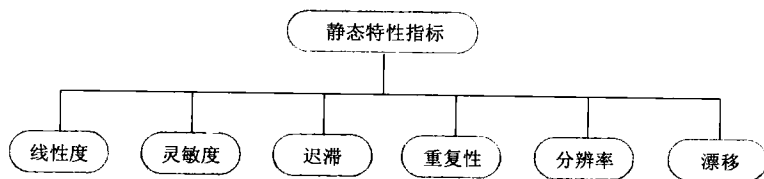
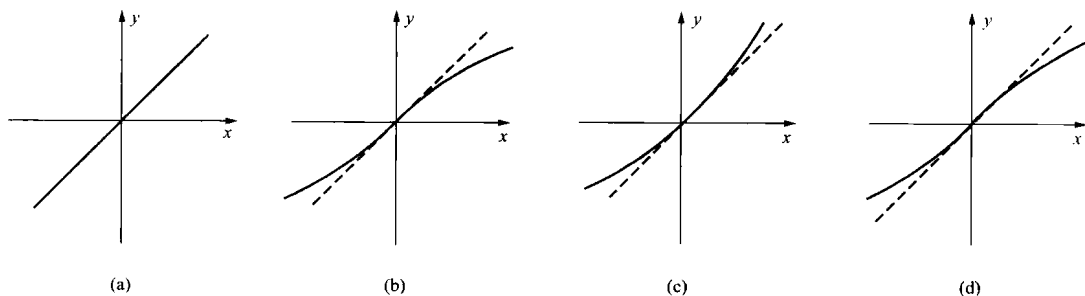

图 1-2 传感器的静态特性指标
图 1-3 输出一输入特性曲线
传感器的静态特性是指被测量的值处于稳定状态时，传感器的输出与输入之间的关系。衡量传感器静态特性的重要指标如图 1-2 所示。因为这时输入量和输出量都与时间无关，传感器的静态特性可用一个不含时间变量的代数方程表示 [见式 (1-1)]，或以输入量作横坐标，输出量作纵坐标的特性曲线（见图 1-3）来描述。
1) 理想线性特性如图 1-3 (a) 所示。
2) 输出—输入特性方程仅有偶次非线性项，见图 1-3 (b)，具有这种特性的传感器，其线性范围窄，且对称性差，用两个特性相同的传感器差动工作，即能有效地消除非线性
3) 输出一输入特性方程仅有奇次非线性项, 如图 1-3 (c) 所示, 具有这种特性的传感器, 在靠近原点的相当大范围内, 输出一输入特性基本上呈线性关系。并且, 当大小相等而符号相反时, y 也大小相等而符号相反, 相对坐标原点对称。
4) 输出一输入特性有奇次项, 也有偶次项时的特性曲线, 如图 1-3 (d) 所示。